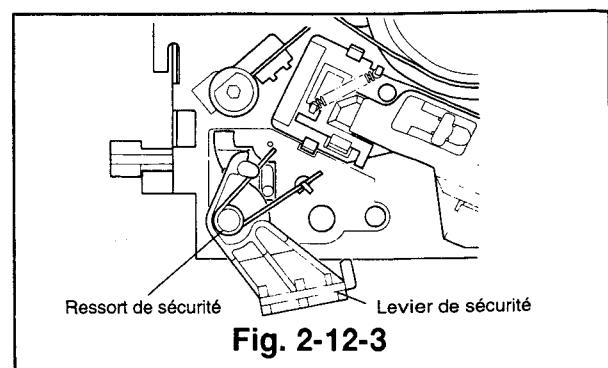

Fig. 2-12-3
- 2) Fixer le ressort de sécurité sur l'axe du levier de sécurité et l'accrocher comme illustré dans la Fig. 2-12-3.